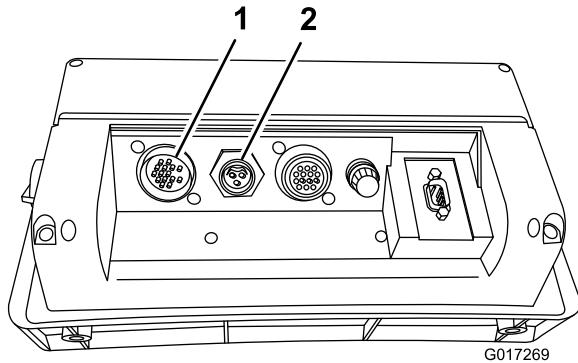

図3
6. ケーブルのラインを、コンソールコンピュータ背面のそれぞれの入力部に接続し図3、ロックリングで接続を固定する。